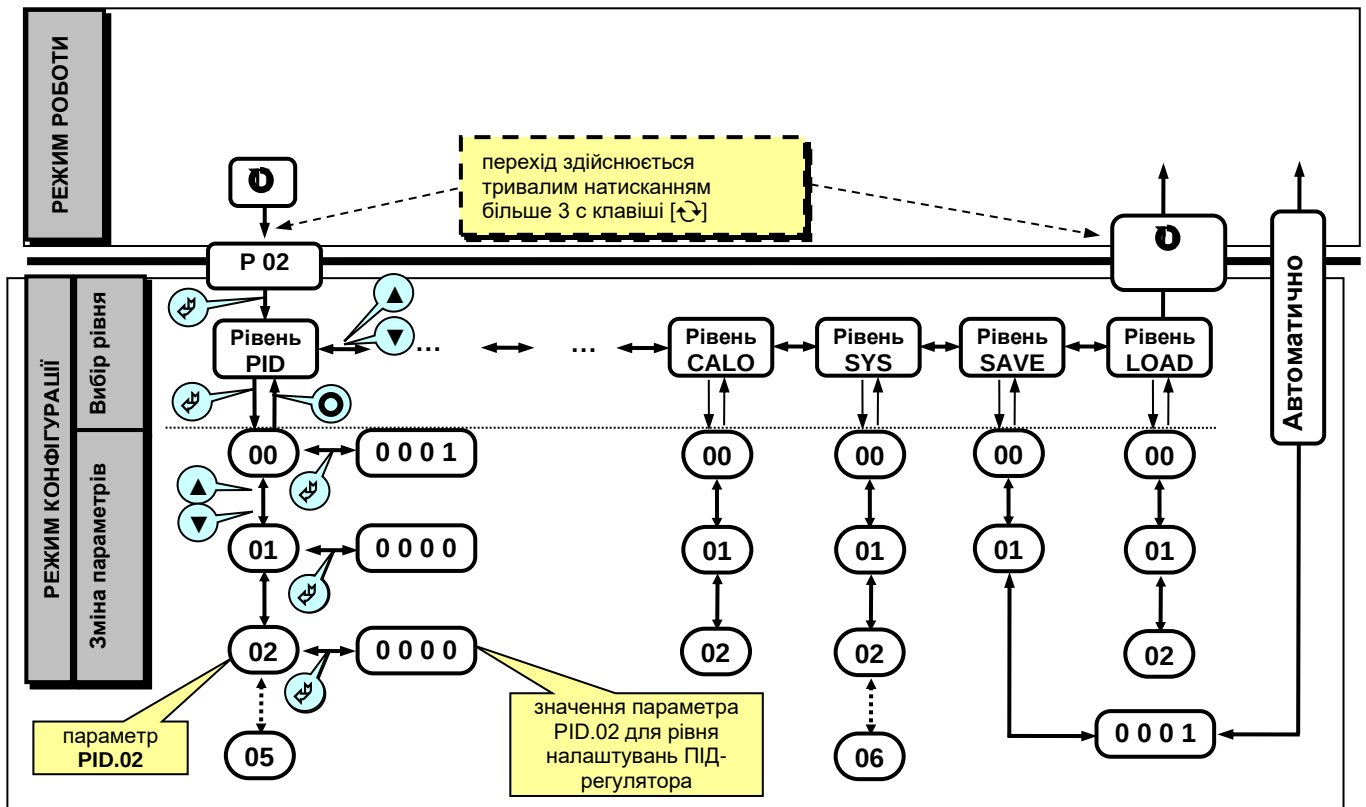

Рисунок 4.5.2 – Діаграма режиму конфігурації та налаштувань.
• Установки розділені на групи, кожна з яких називається "рівень". Кожне задане значення (елемент налаштування) у цих рівнях називається "параметром". Параметри, які використовуються в регуляторі MIK-122-K7, згруповані у наступні 24 рівнів та представлені на діаграмі – див. рисунок 4.5.2. Індикація значення параметрів конфігурації та їх номерів наведено на рисунку. 4.5.1.